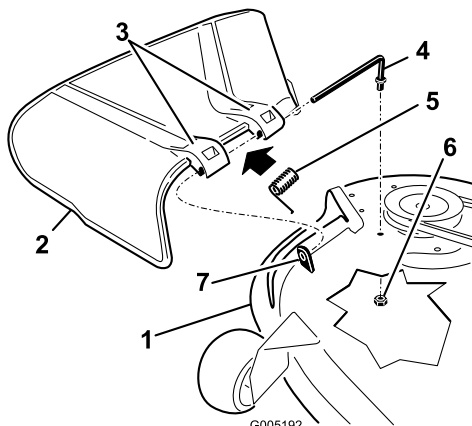

Figura 55
1. Localice los elementos mostrados en la Figura 55.
2. Retire la tuerca (3/8 pulg.) de la varilla (debajo del cortacésped) (Figura 55).
soporte del deflector de hierba y por la arandela de freno interna (Figura 55).
7. Introduzca la varilla, en la parte delantera del deflector de hierba, por el espaciador corto de la plataforma. Fije el extremo trasero de la varilla en el cortacésped con una tuerca (3/8 pulg.) (Figura 55).
3. Deslice la varilla para retirarla del espaciador corto, de la arandela de freno interna, del muelle y del deflector de hierba (Figura 55). Retire el deflector de hierba dañado o desgastado.
4. Cambie el deflector de hierba y la arandela de freno interna (Figura 55).